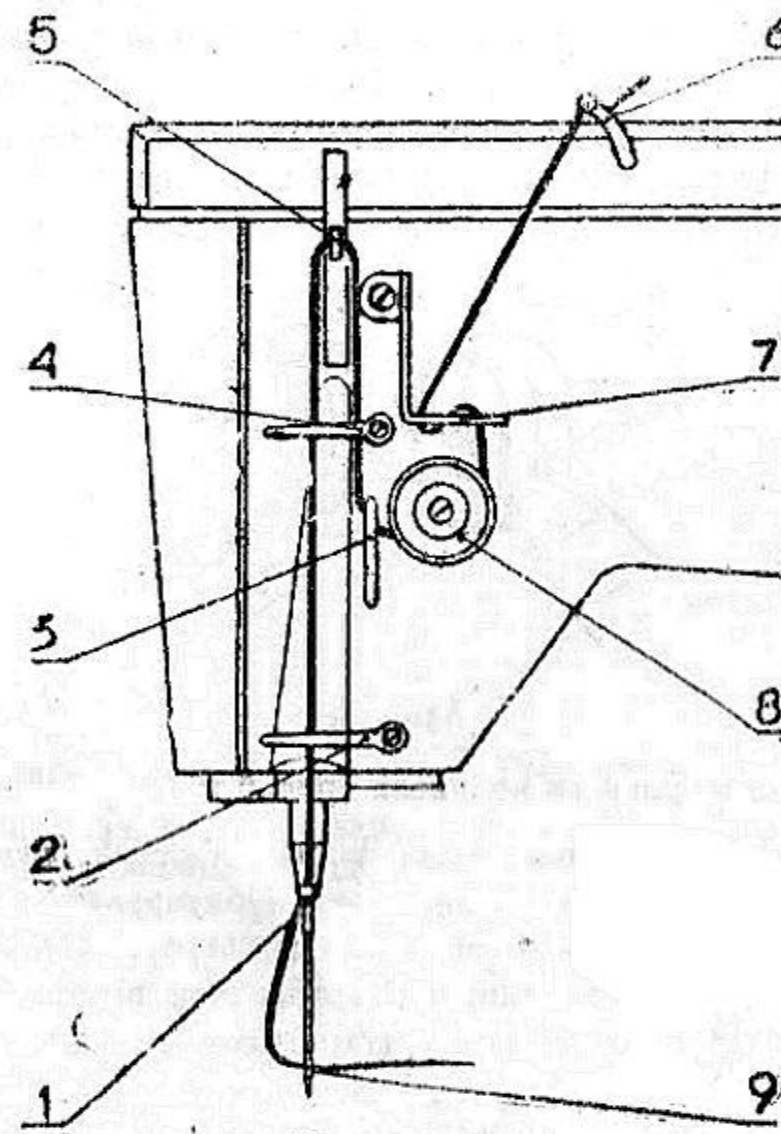

Рис. 4
6.4. Заправка верхних ниток (рис. 4)
Регулирование натяжения верхней нитки производится регулятором натяжения 8, расположенным на передней боковой стороне рукава (рис. 4). Если натяжение требуется увеличить, то круглую накатную гайку пружинного регулятора поворачивают по часовой стрелке, поджимая пружину и тем самым увеличивая сжатие шайб, между которыми проходит верхняя нитка.